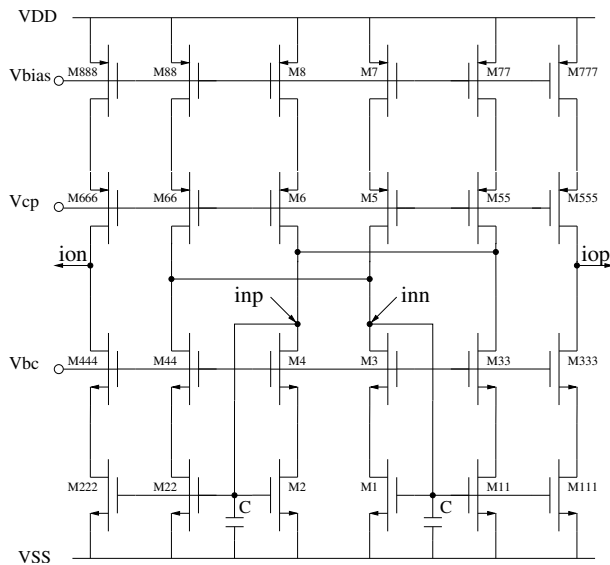

Fig. 4. Intégrateur G_m/C basé sur des miroirs de courants cascodes.
Nous allons utiliser l'intégrateur mode courant illustré dans la fig.4. En négligeant l'effet des transistors cascodes sur le bruit thermique de l'intégrateur,
- (d) En utilisant l'outil OCEANE (voir Annexe B), dimensionnez tous les transistors de la fig.4.